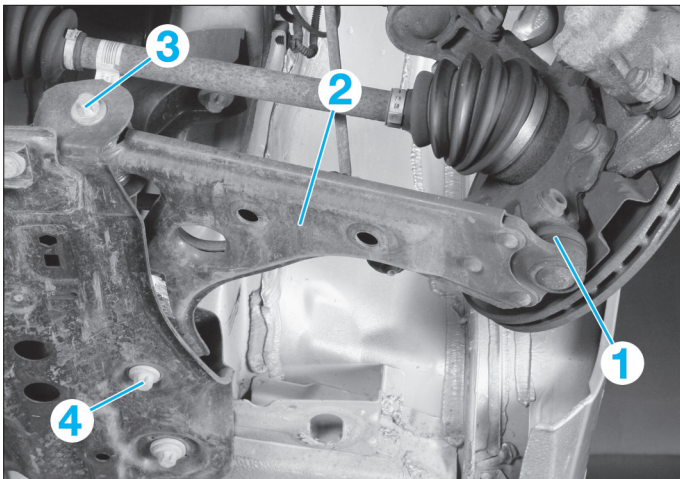

FIG. 10
- la rotule (1) du triangle (2) de suspension sur le pivot (**Fig.10**).
- les vis de fixation avant (3) et arrière (4) du triangle sur le berceau.